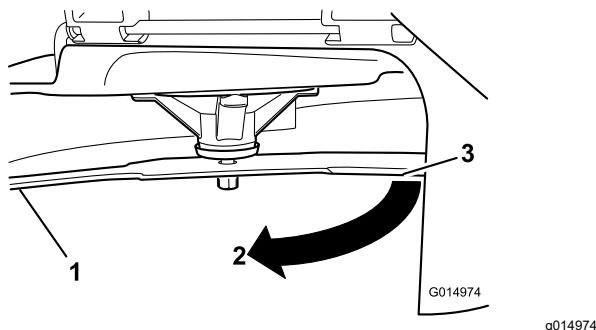

Рисунок 76
3. Виміряна відстань між ножем і поверхнею (A)
4. Поверніть той же ніж на 180 градусів, щоб протилежна ріжуча кромка опинилася в тому ж положенні (Рисунок 76).